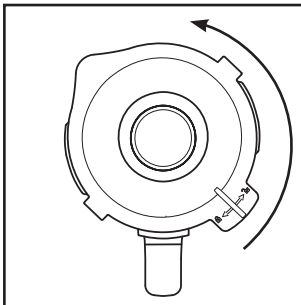

Fig. 1
- 1) Détachez le bol mixeur ❸ tout droit vers le haut du bloc moteur ❶.
- 2) Retirez le couvercle ❷ en le tournant dans le sens anti-horaire en direction de la position  (voir fig. 1), jusqu'à pouvoir le retirer par le haut.
- 3) Remplissez le bol mixeur ❸ au minimum jusqu'au trait inférieur de la graduation ❹ et au maximum jusqu'au repère MAX. Pour d'excellents résultats, nous recommandons les quantités maximales suivantes :